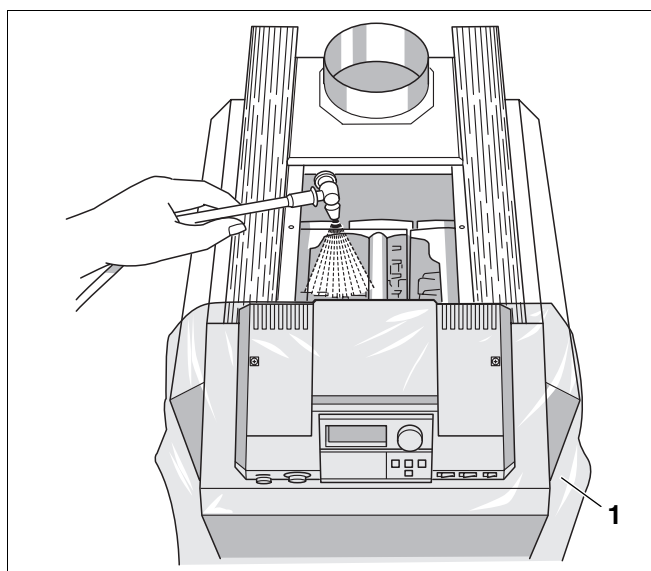

Abb. 50 Heizkessel nass reinigen
- Regelgerät mit Folie (Abb. 50, **Pos. 1**) abdecken. Es darf kein Sprühnebel in das Regelgerät dringen.
- Heizgaszüge von oben gleichmäßig mit dem Reinigungsmittel einsprühen (Abb. 50).